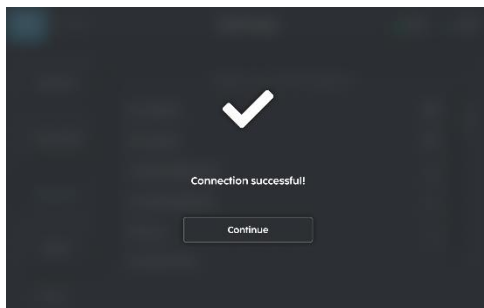

Fig. 6
2. Si la connexion est réussie (Fig 6), le changement de réseau est réussi.